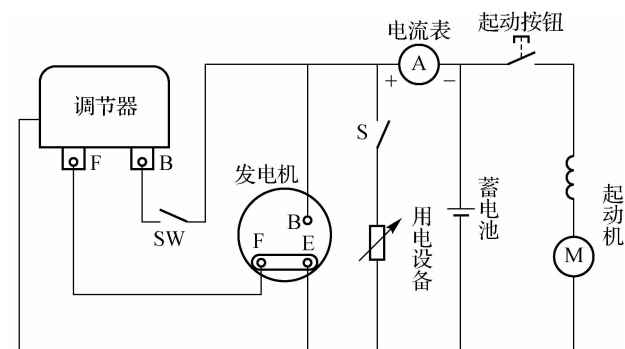

图 3-13 简单电路图
- (1) 图 3-13 所示电路中标示的元件各为电路的哪个组成部分?
- (2) 若图中控制开关闭合, 则用电设备处在什么状态?